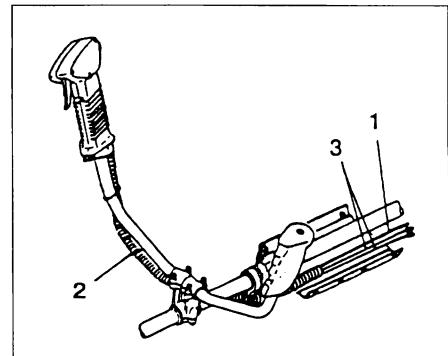

Fig. 1-3B
Put stop cords (3) and throttle wire (1) through protective tube (2), then unhook the hip pad. (Fig. 1-3B)
Faire passer les cordons d'arrêt (3) et le câble de commande des gaz (1) dans le tuyau de protection (2), puis décrocher le rembourrage arrière. (Fig. 1-3B)
Infilate i cavi di arresto (3) e il filo dell'acceleratore (1) nel tubo di protezione (2), quindi sganciate il cuscinetto di protezione fianchi (Fig. 1-3B)
Stopp-Leitungen (3) und Drosselklappenzug (1) durch den Schutzschlauch (2) führen, und dann das Hüftpolster aushängen (Fig. 1-3B)
Colocar los cables de parada (3) y el alambre del acelerador (1) a través del tubo protector (2). Luego desenganchar la almohadilla de la cadera. (Fig. 1-3B)
För in kortslutningskablarna (3) och gasspjällets ledning (1) genom skyddsröret (2) och frigör därefter ändkudden. (Fig. 1-3B)